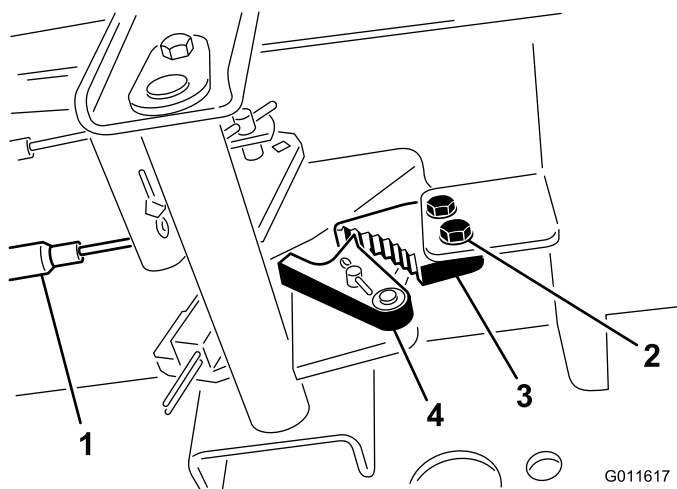

Рисунок 76
1. Ослабьте два винта крепления защелки стояночного тормоза к раме (Рисунок 76).
- Нажмите педаль тормоза вперед, пока углубление тормоза не войдет полностью в зацепление с защелкой тормоза (Рисунок 76).